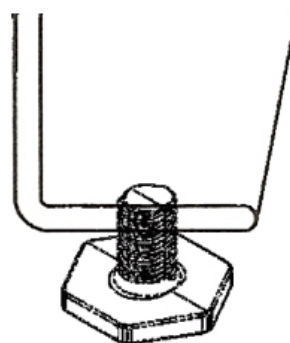

FIG. 3
3. Vissez manuellement les niveleurs au bout des pattes, puis mettez la cuve à l'endroit et ajustez les niveleurs au besoin (**Fig. 3**).
3. Manually screw in the levelers at the ending of the legs, then put the laundry tub on its legs and, if need be, adjust the levelers accordingly (**Fig. 3**).